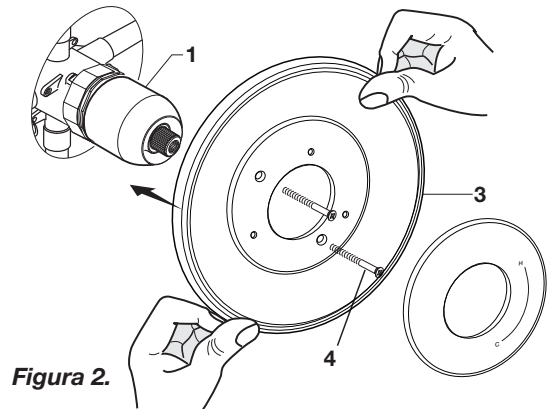

Figura 2.
- **Figura 2.** Empuje el CHAPETÓN (3) en la TAPA (1) y fije el cuerpo de la válvula usando los TORNILLOS LARGOS (4).